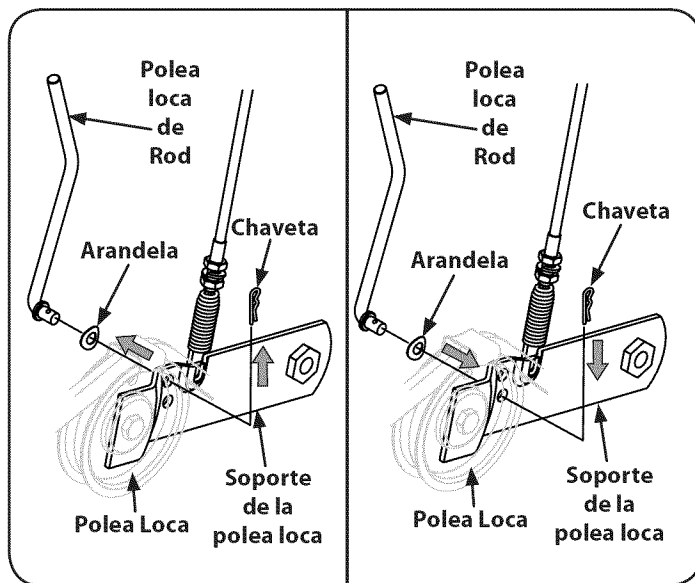

Figura 30
3. Quite la chaveta y la arandela de la varilla de la polea loca. Consulte la Figura 30.